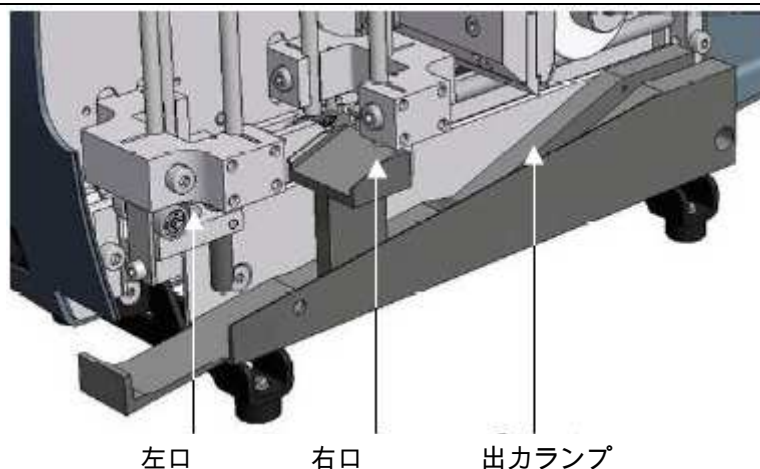

図64 – メンテナンス箇所
5. 左に動かすには、 (図64) の黒いプラスチック部分を左に押しします。